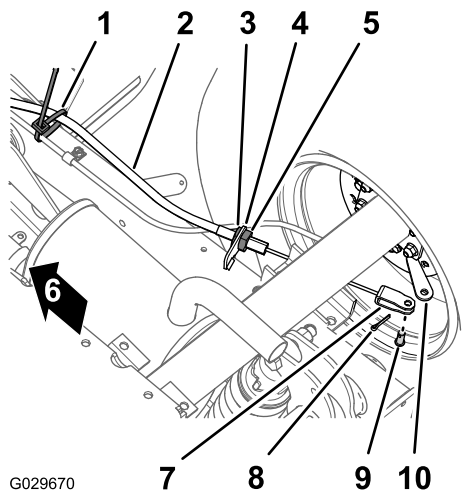

Figure 40
1. Au bas de la machine, retirez l'attache-câble qui maintient le câble de frein de stationnement sur la conduite de frein de service (Figure 40).
- Tracez une bande de rotation sur l'écrou de blocage avant du câble de frein de stationnement (Figure 40).
- Desserrez l'écrou de blocage arrière et détachez le câble de son support (Figure 40).
- Retirez la goupille fendue et l'axe de chape qui fixent la chape du câble de frein de stationnement au levier actionneur et séparez le câble du levier (Figure 40).
1. Acheminez le dispositif de réglage fileté du câble de frein de stationnement jusqu'au support du câble et la chape jusqu'au levier actionneur de frein (Figure 40).
3. Alignez le dispositif de réglage fileté du câble de frein de stationnement sur le support du câble, et serrez l'écrou de blocage arrière (Figure 40).